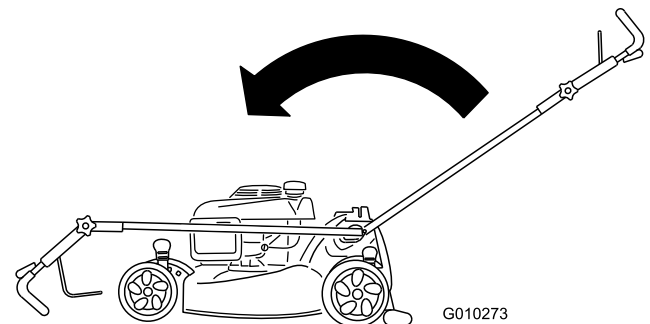

Figuur 37
2. Zet de handgreep rechtop (**Figuur 37**).